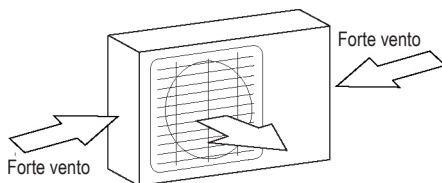

Fig. 5.1
- Se il luogo di installazione dell'unità è esposto a raffiche di vento (ad esempio vicino al mare), l'unità deve essere posizionata contro il muro per proteggerla dal vento. Se necessario, utilizzare una copertura idonea. (Vedere Fig. 5.1 e 5.2)